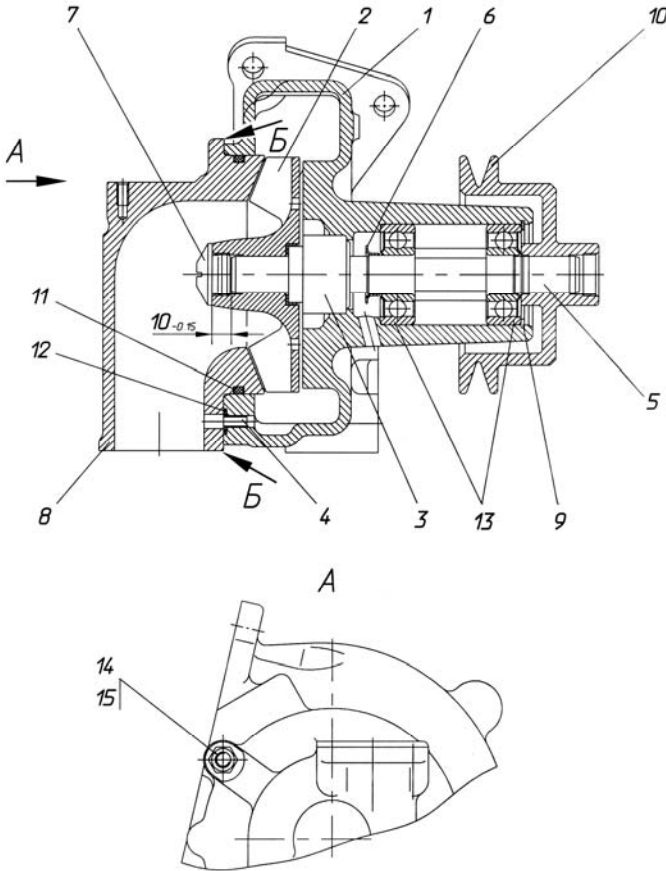

Рис. 103. Водяной насос:
- 5 Отвернуть гайки 14 (рис. 103) патрубка 8.
- 2 Напрессовать на вал 5 (рис. 103) подшипники 13 и водосбрасыватель 6. При этом необходимо:
- 9 Напрессовать крыльчатку 2 в сборе с манжетой и уплотнительной втулкой на вал 5 (рис. 103). При этом необходимо:
- установить крыльчатку и в валу в размер $10_{-0,15}$ мм (рис. 103) между торцом вала и торцом ступицы крыльчатки. Для этого необходимо при запрессовке установить на торец вала диск диаметром не более 13 мм и высотой $10_{-0,15}$ мм.